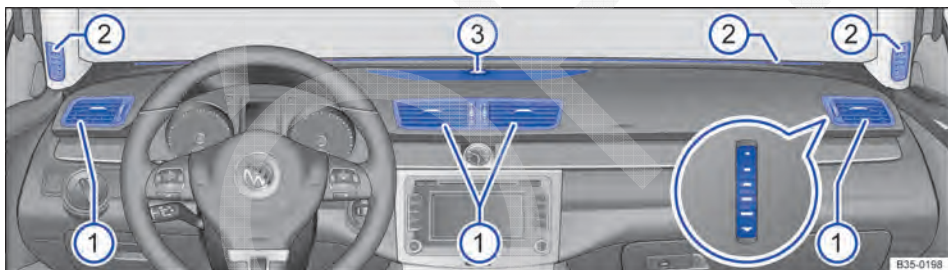

Fig. 211 No painel de instrumentos: difusores de ar.
Para que uma potência de aquecimento, uma refrigeração e uma entrada de ar suficientes sejam atingidas no interior do veículo, os difusores de ar ⇒ Fig. 211 ① devem ser mantidos sempre abertos.